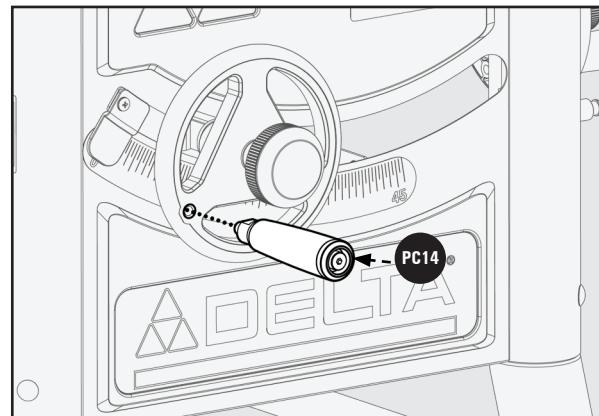

Figure 16
1. Placez la poignée **PC14** pour la hauteur devant la scie, tel qu'indiqué sur la Figure 16.